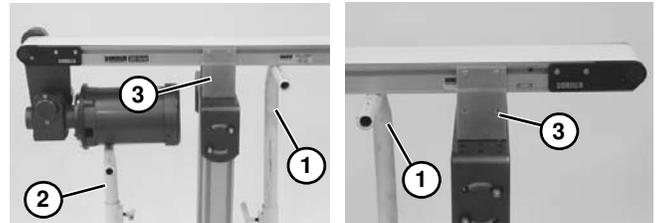

Figura 28
1. Coloque los soportes internos temporales (**Figura 28, artículo 1**) en ambos extremos del transportador. Coloque un soporte interno adicional (**Figura 28, artículo 2**) debajo del motorreductor, si se dispone de él. Consulte ADVERTENCIA.
2. Retire los soportes (**Figura 28, artículo 3**) de un lado del transportador. (Pasos 3 y 4 en el orden inverso incluidos en la sección “Soportes” que empieza en la página 12.)